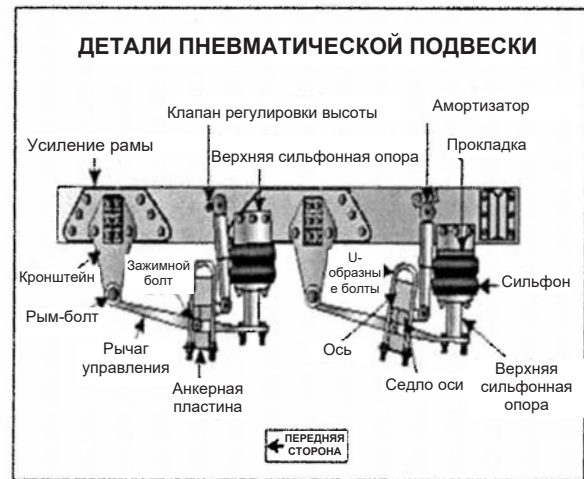

Рисунок 2.4
- Повреждена и (или) негерметична система подвески. Смотрите рис. 2.4.